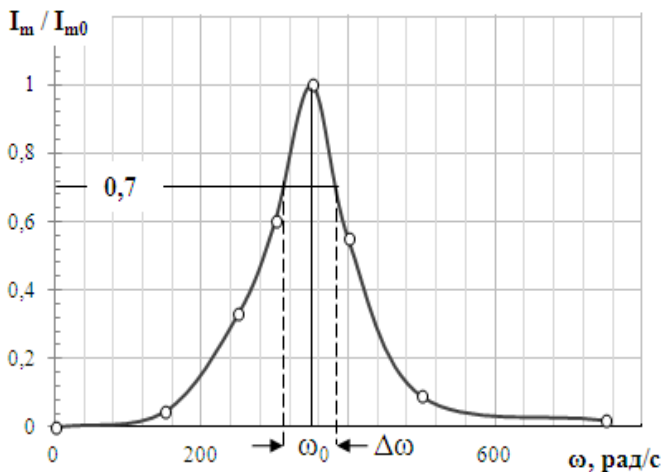

Рис. 4
$\frac{I_m}{I_{m0}}(\omega)$ (рис.4). Из этого графика можно определить
11. На уровне 0,7 графика определить полосу пропускания $\Delta\omega$ колебательного контура (рис.4), а по формуле (13) вычислить добротность контура Q .